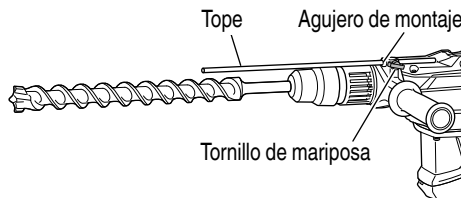

Fig. 26
- Cambia la palanca selectora a "martillo" de acuerdo con los procedimientos mencionados en el ítem (1) anterior y asegure la posición de la herramienta.
5. Instalar el tope (Fig. 26)